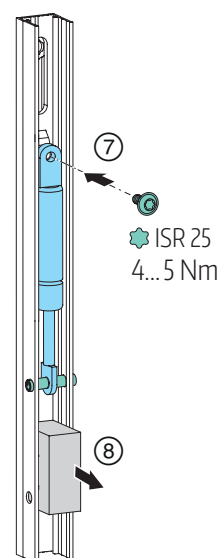

Abb. 15
- ⑦ mit mittels Schraube ISR 25, 4 ... 5 Nm, mit Riegelstange verbinden.
- ⑧ Distanzklotz entnehmen; **Abb. 15.**